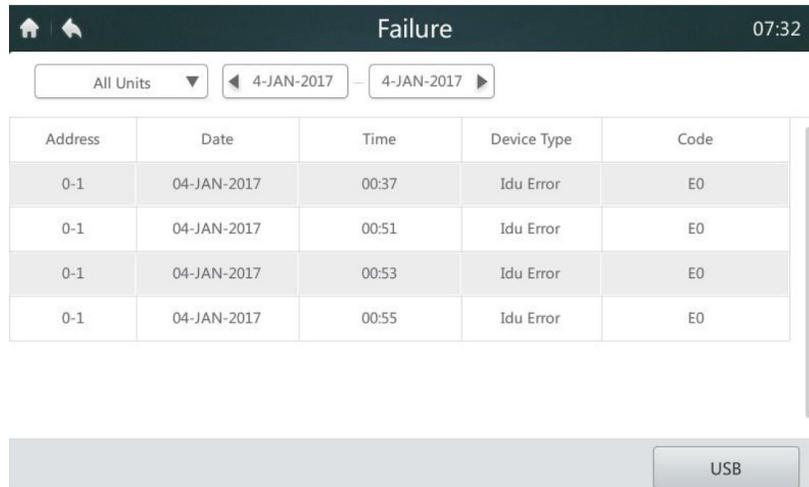
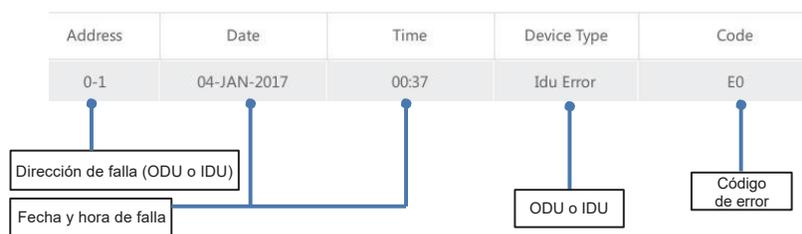

Figura 31. Página de Inicio 2 de la página de Reporte
Figura 32.
3. Si existiera el registro de alguna falla histórica en el sistema después de haberse seleccionado la fecha de inicio y la fecha final, se desplegará la pantalla mostrada en la siguiente **Figura 31**.
4. Insertar el dispositivo de almacenamiento USB y pulsar el botón “USB” marcado “1” en la **Figura 31**. Los datos de la falla se exportarán al dispositivo móvil en formato CVS. El contenido de los datos de la falla incluye la dirección, la fecha, la hora, el modelo y el código de error, como se muestra en la **Figura 32** anterior.